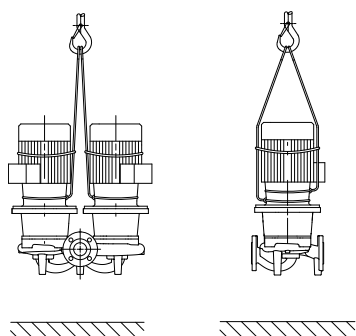

Fig. 7: Transportul pompei
- Inelele de prindere de la motor servesc numai ca ghidaj la ridicarea sarcinii (fig. 7).